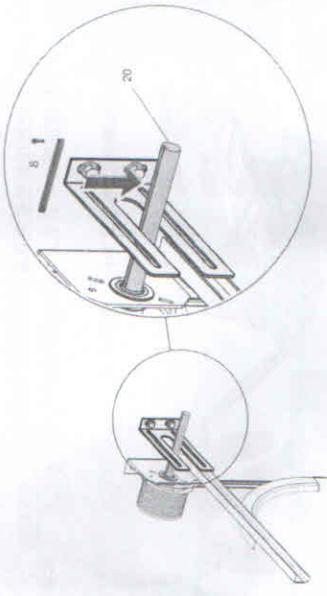
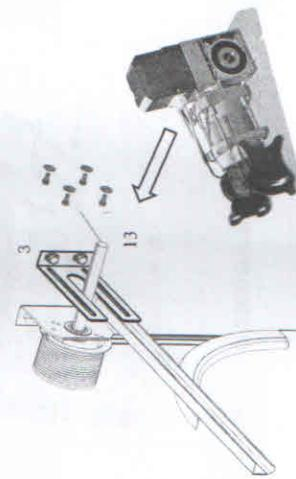

图 2
图 3
如图 2 所示，将键安装在门的驱动轴的键槽中。
- 转动开门机输出轴使其处于适合安装开门机的位置 (键，图 2 中的位置 8)。为此，请通过紧急释放装置的操作转动输出轴。
将开门机的输出轴插入图 2 所示的门体驱动轴 (20) 上。使用图 3 中的 4 颗螺丝和垫圈固定开门机主机。